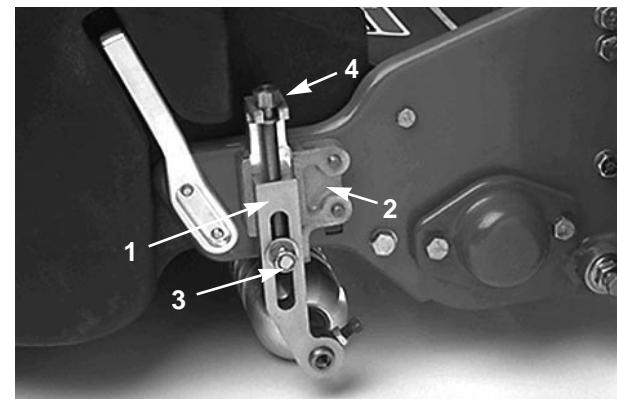

Bild 6
2. Die Sicherungsmuttern lockern, mit denen die Schnitthöheneinstellprofile an den Seitenplatten befestigt sind (Bild 6).